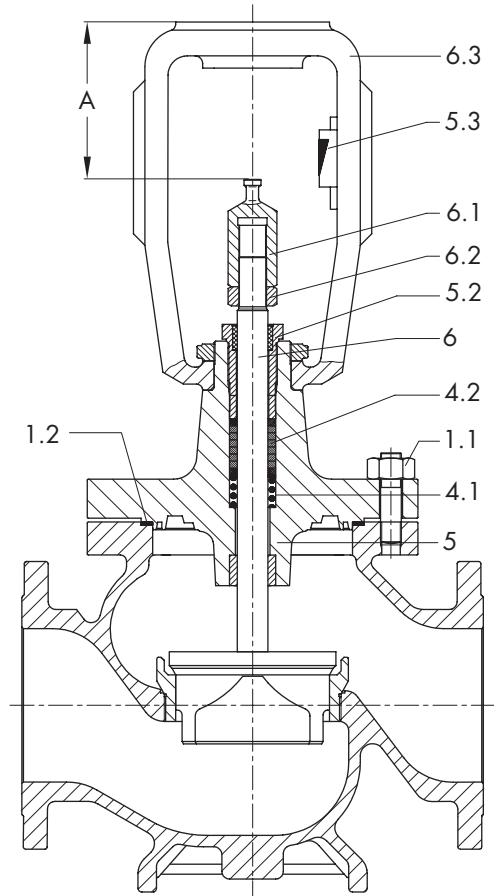

Рис. 3 · Тип 241 Ду 200 и 250, вид в разрезе
6. Смазать все детали сальника, а также шток конуса (6) смазкой (номер по каталогу для заказа 8150-0111).
10. Навернуть на шток конуса контр-гайку (6.2) и накладную гайку (6.1), отрегулировать размер А согласно таблице на рис. 3.
8. Навернуть на удлинитель штока конуса контргайку (6.2) и накидную гайку (6.1), отрегулировать размер А согласно таблице на рис.3.